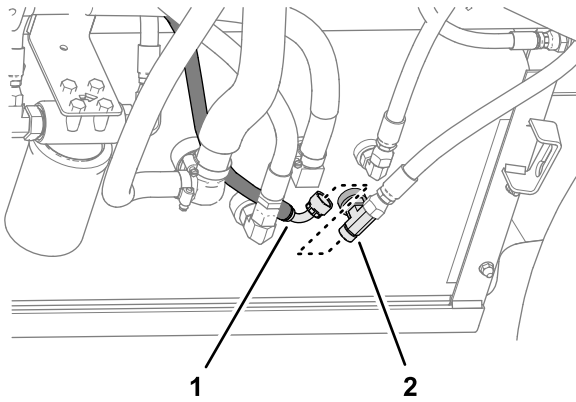

Figura 133
7. Monte el acoplamiento de 90° de la manguera de retorno del depósito de 6 mm x 2819 mm (¼" x 111") en el acoplamiento en T, y apriete el acoplamiento (Figura 133).